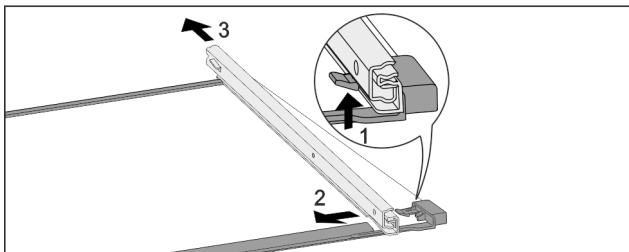

Fig. 77 Płyta szklana z szynami
- ▶ Wcisnąć przedni hak ryglujący do góry. Fig. 77 (1)
- ▶ Wsunąć prowadnicę w bok Fig. 77 (2) i do tyłu Fig. 77 (3).